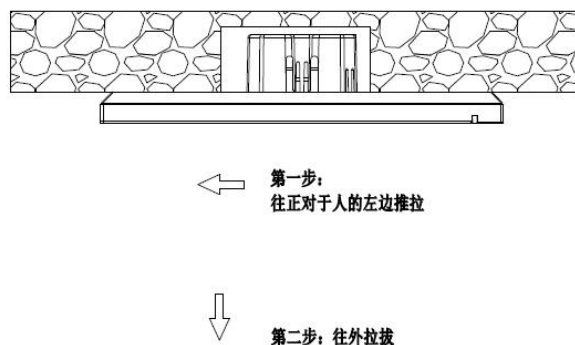

图 3.3.3.5
5. 安装完成后，如需要拆卸，请执行此步骤：将面板往正对于人的左边推拉，听到哒的声音后或者面板不能再移动时，再往人的正面方向拉拔，即可完成拆卸。如图 3.3.3.5 所示。